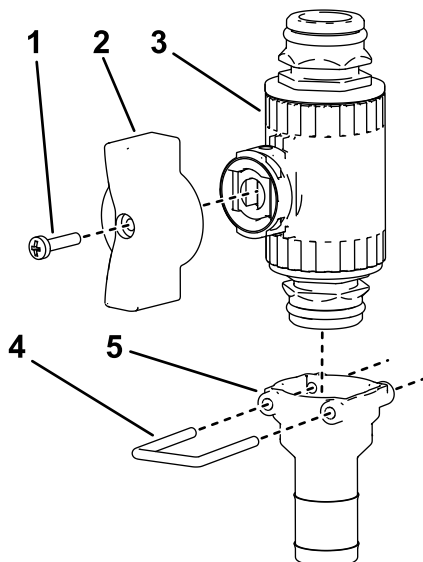

Figure 36
5. Montez la poignée à oreilles verte sur une vanne de commande droite Figure 36.